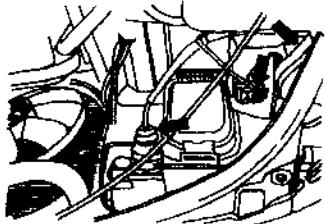

图 1.3 拔出前照灯线束插头和风扇温度传感器线束插头
- ⑤ 拔出前照灯线束插头和风扇温度传感器线束插头，如图 1.3 所示。